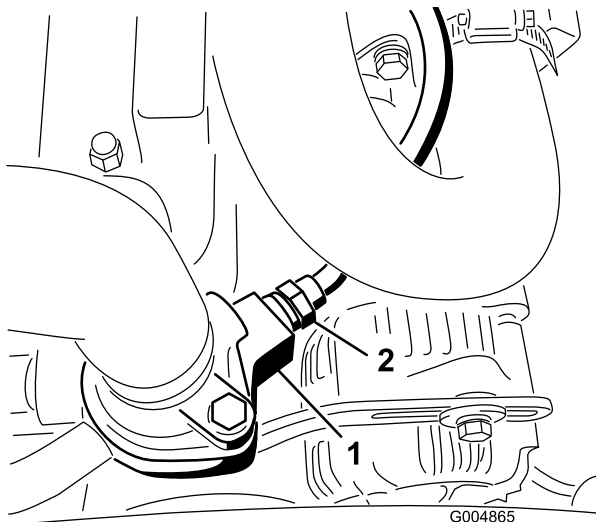

Figura 17
5. Scollegate il filo e rimuovete l'interruttore dal lato destro dell'alloggiamento del termostato del motore (Figura 17).